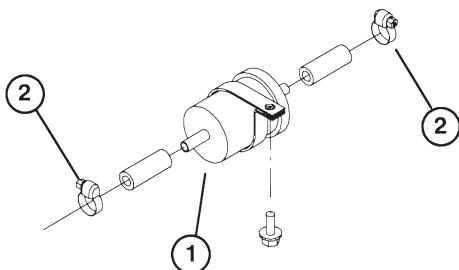

図47
3. ホースを止めているクランプ(図47)を外し、フィルタを取り出す。